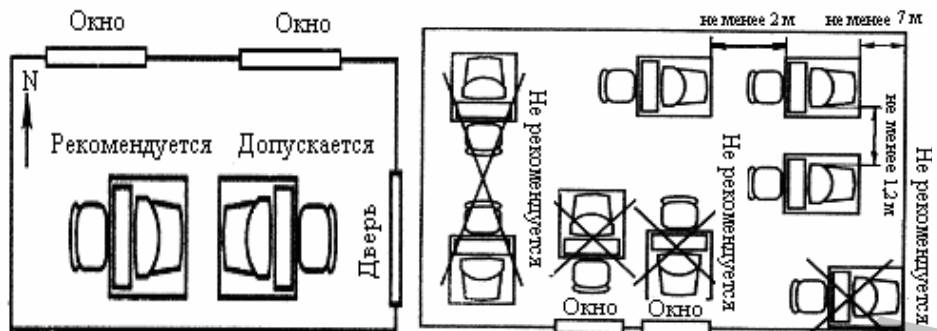

Рис. 20. Размещение рабочих мест с персональными электронно-вычислительными машинами
1. Расстояние между боковыми поверхностями мониторов должно быть не менее 1,2 м, а расстояние между рабочими столами не менее 2 м (рис. 20).